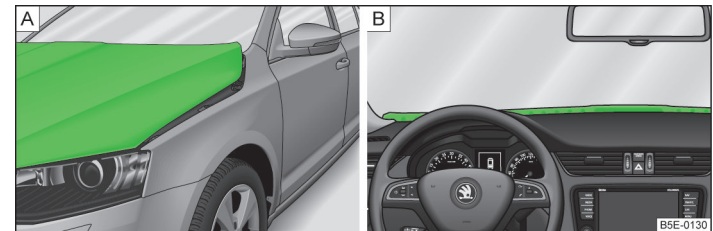

Abb. 165 Angehobene Motorraumklappe
- Die Motorraumklappe wird angehoben » Abb. 165 - A.
- Die Sitzhöhe vor der Fahrt anpassen, sodass die angehobene Motorraumklappe die Sicht nach vorn nicht einschränkt » Abb. 165 - B. Die Fahrt nicht fortsetzen, wenn auch bei höchster Sitzposition die Sicht nach vorn eingeschränkt bleibt!